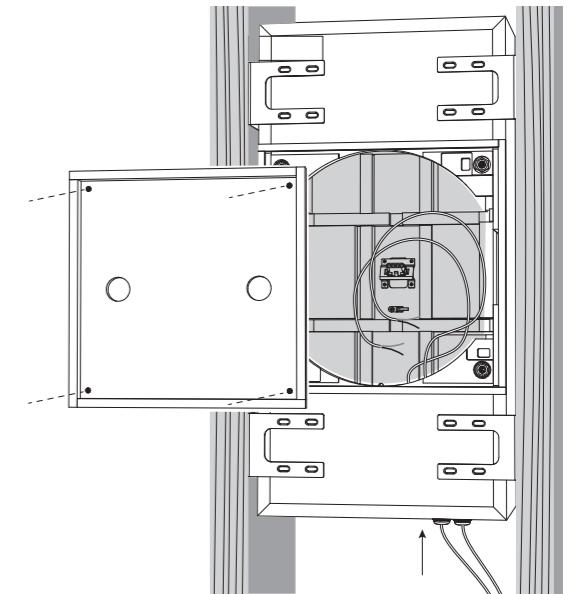

Fig. 3. Speaker Wire Installation.
1. Remova a tampa da parte traseira da lata, desapertando os quatro parafusos que a prendem no lugar (Fig. 3).
2. Instale o fio do alto-falante através de um dos prensa-cabos e deixe folga suficiente para fazer as conexões (Fig. 3). Aperte o prensa-cabo e prenda o cabo do alto-falante para evitar que ele se mova e chacoalhe durante a operação. Certifique-se de que o cabo do alto-falante não entre em contato com pregos ou parafusos que possam danificar o isolamento. Um segundo prensa-cabo é fornecido para permitir que um segundo cabo de alto-falante seja instalado.